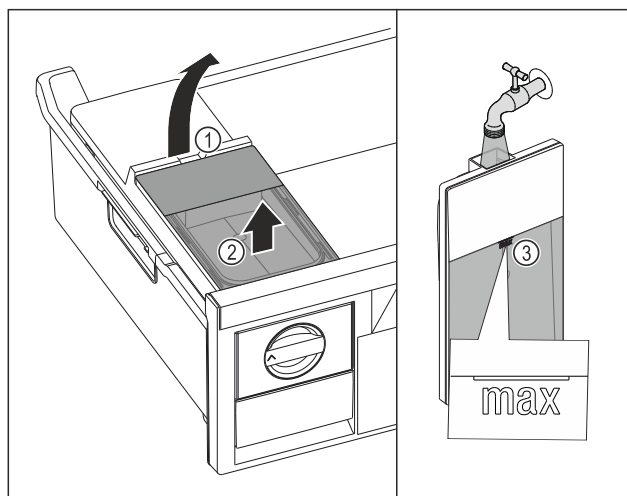

Fig. 166
- ▶ Zvedněte nádržku na vodu za vybrání Fig. 166 (1).
- ▶ Vyjměte nádržku na vodu nahoru. Fig. 166 (2)
- ▶ Naplňte nádržku na vodu pitnou vodou až po značku Fig. 166 (3).